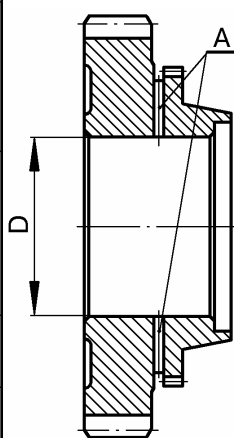

Рис. 11.
4.2.8 Шестерни 2108-1701112, 2108-1701127, 2108-1701131, 2108-1701146, 21083-1701158, рис.11.
4.2.9 Шестерни 2110-1701112, 2110-1701146 первой и четвертой передач, рис.11.
4.2.10 Шестерни 2110-1701127, 2110-1701131, 2110-1701158 второй, третьей и пятой передач, рис.11.